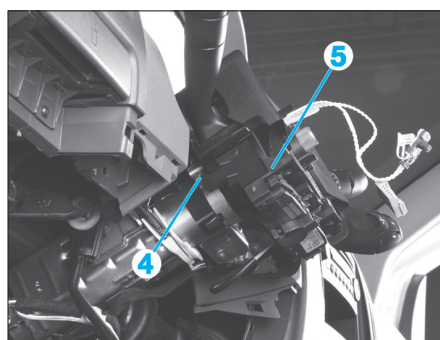

Fig. 23
- Desserrer le collier de serrage (4) du bloc commodo (5) sur la colonne de direction (Fig.23).